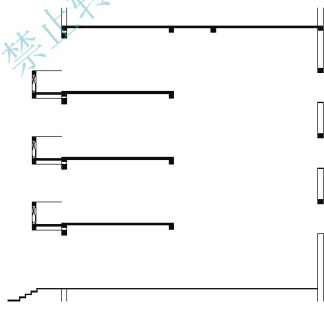

图 4.100 绘制楼梯间窗洞口
⑤ 关闭【轴线】图层，用【阵列】命令生成 2、3 层休息平台的窗洞口线和过梁，参数设定为 3 行、1 列、行偏移 3300。最后用【修剪】命令修剪出窗洞口，结果如图 4.100 所示。